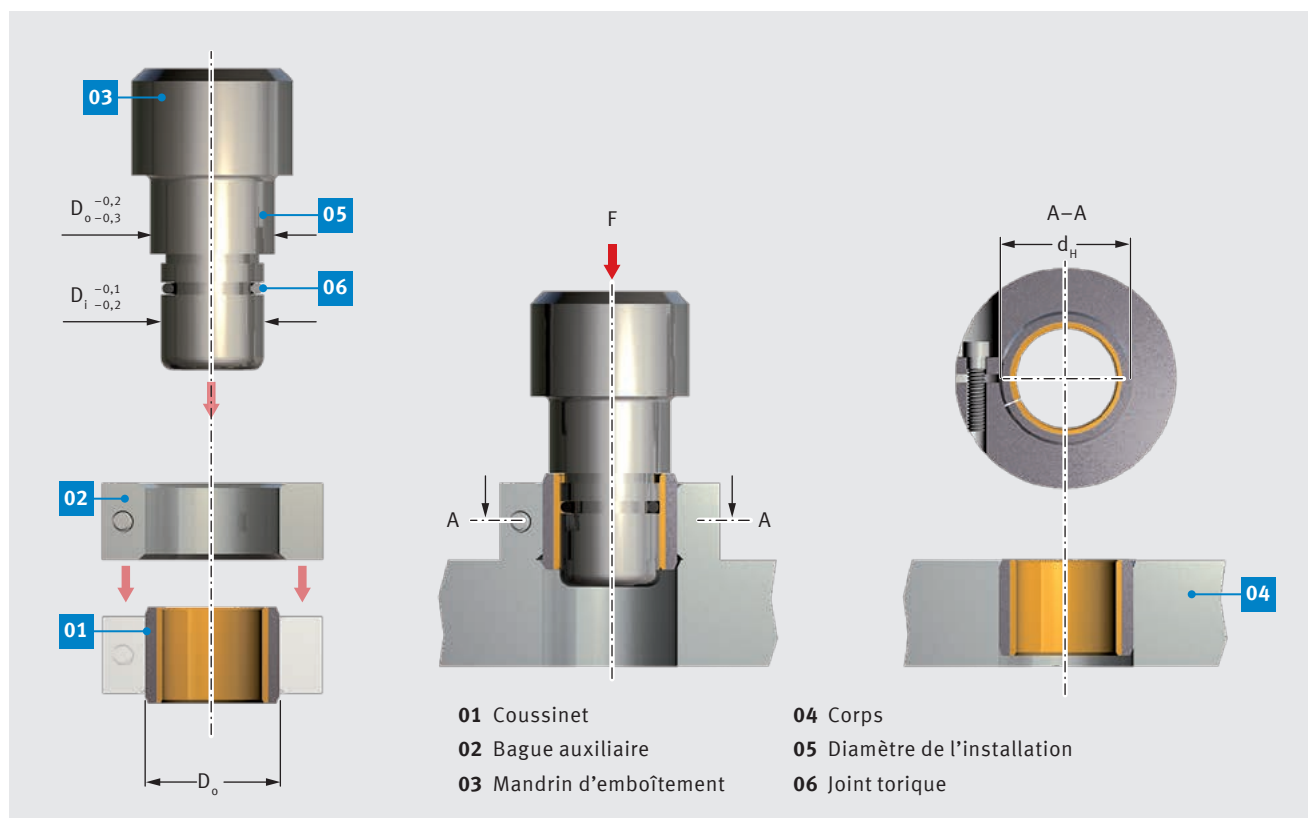

Fig. 54 : Emboîtement de coussinets,  $D_o \geq 55$  mm, avec bague auxiliaire
- emboîtement avec mandrin et bague auxiliaire, Fig. 54